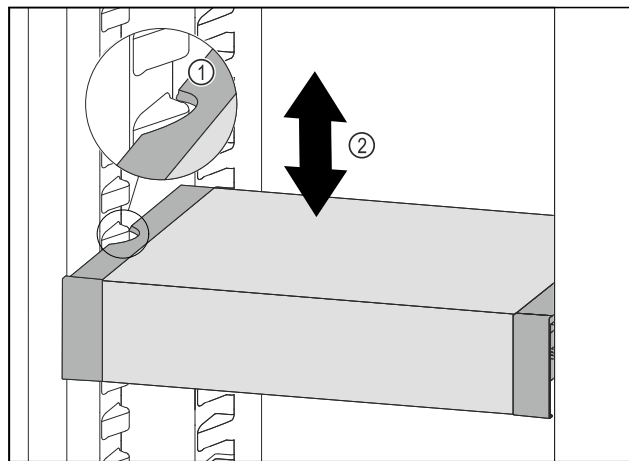

Fig. 118
- Tirer le VarioSafe vers l'avant jusqu'à ce que les encoches latérales du VarioSafe soient à la hauteur de la nervure du bac dans la partie réfrigérateur. Fig. 118 (1)
- Déplacer le VarioSafe vers le haut ou vers le bas dans la partie réfrigérateur jusqu'à ce que la hauteur souhaitée soit atteinte. Fig. 118 (2)